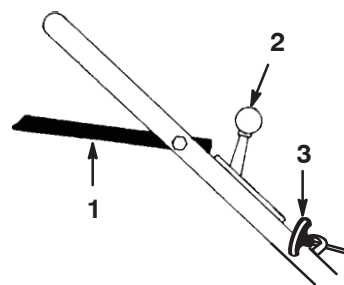

Bild 10
Der Sicherheitsschaltbügel, Gasbedienungshebel und der Startergriff befinden sich am oberen Griffteil, siehe Bild 10.
3. Stellen Sie den Gasbedienungshebel auf (Choke) (Bild 10).